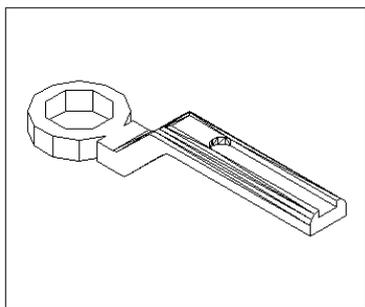
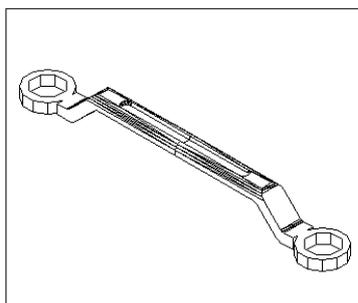

图 16-19
图 16-20
(19) 单击  按钮或者在命令行直接输入 fillet，设定圆角半径为 20，将手柄各边进行圆角处理，结果如图 16-19 所示。
(20) 单击  按钮或者在命令行直接输入 union，将螺丝孔和手柄合为一体。
(21) 镜像处理。执行 Modify→3D Operation→Mirror 3D 命令。将上述实体沿着 yz 平面对称过来。
(22) 单击  按钮或者在命令行直接输入 union，结果如图 16-20 所示。
(23) 单击  按钮或者执行 View→Render→Render...命令。选择合适的材质，最终得